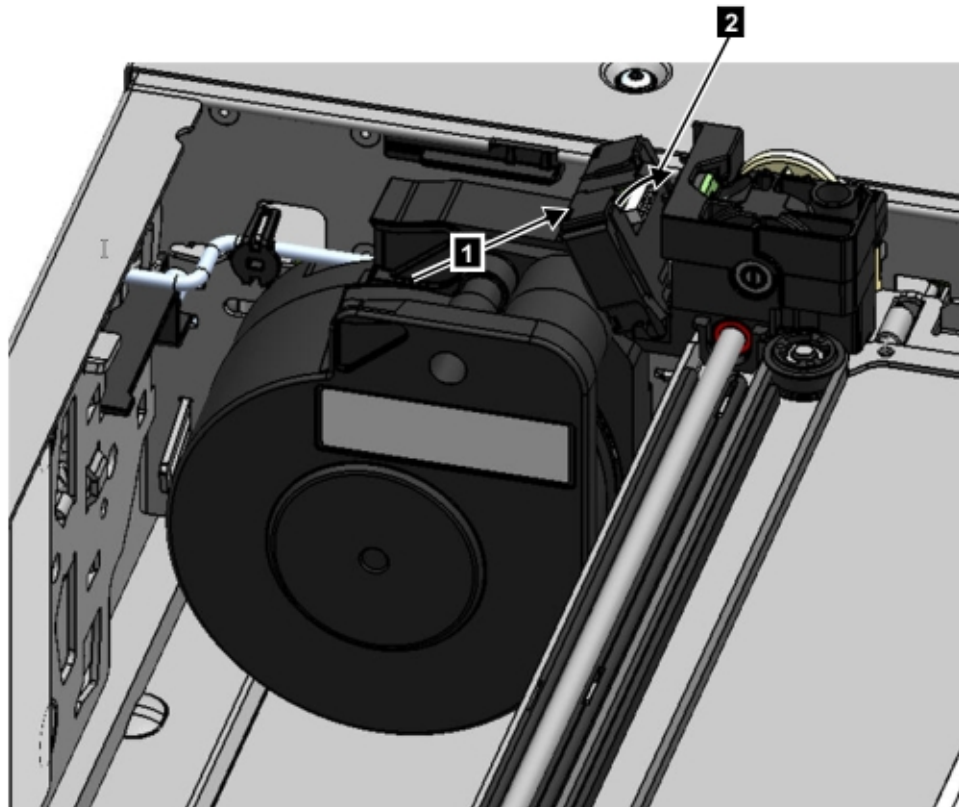

Figure 77. Installation du câble d'enroulement
5. Placez le câble d'enroulement dans les rainures à l'endroit où il se fixe au manipulateur et faites-le tourner jusqu'à ce qu'il s'enclenche. Voir la Figure 77 on page 132.